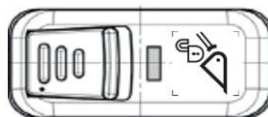

Рисунок 3.93. Клавиша БСУ
- ▶ Нажать клавишу активации БСУ 5. Клавиша БСУ размещена на консоли справа от оператора, см. рис. 3.93.
Для отключения управления БСУ отжать клавишу БСУ 5 (рис. 3.93).